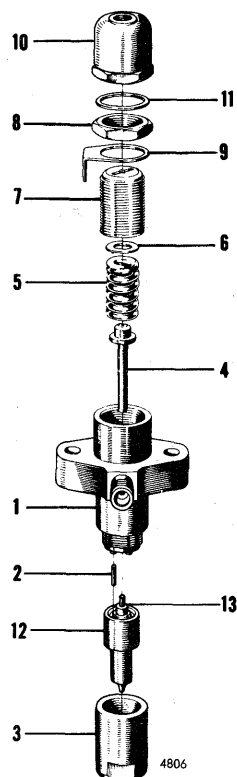

Fig. 29.
2. Pump med håndtaget indtil forstøveren åbner og aflæs trykket på manometret. Det skal ligge mellem 170 og 175 kp/cm2 for en injektor der har kørt 300 timer eller mere. Trykket bestemmes af spændingen på trykstangsfjederen (5) fig. 29. En ny injektor eller en injektor med ny fjeder skal indjusteres til 185-190 kp/cm2. Åbningstrykket justeres ved at man aftager kapselmøtrikken (10), løsner låsemøtrikken (8) og drejer justerskruen (7). Pas på at justerskruen ikke drejer sig, når låsemøtrikken igen tilspændes.